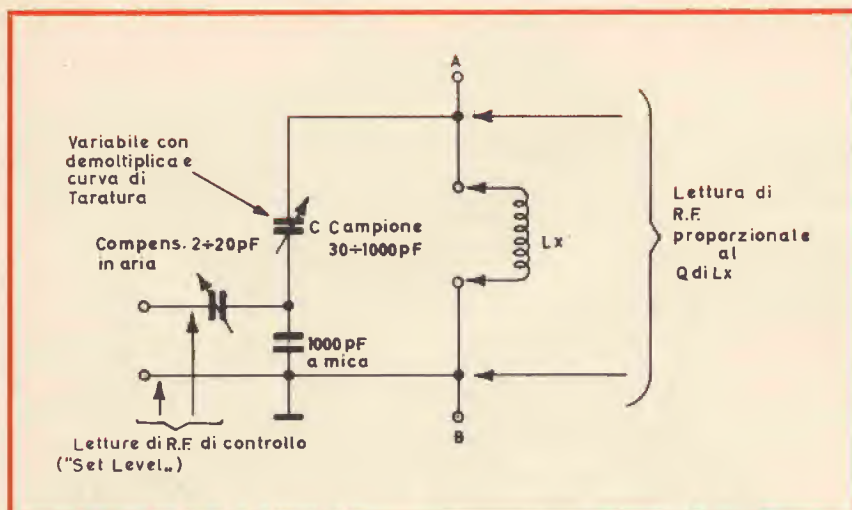

Fig. 3 - Schema di principio del circuito di un Q metro facilmente realizzabile con il condensatore campione illustrato in fig. 1 e 2.
b) Diversamente si può realizzare un misuratore del fattore di merito  $Q$  di un circuito di sintonia così come indicato nello schema di fig. 3.
Si estrae il componente sospetto dall'apparato e lo si dispone in parallelo al nostro Condensatore collegandolo ai morsetti A e B (vedi fig. 3). Dopo di che si realizza la sintonia e si annota il fattore di merito letto come Radiofrequenza con un buon Voltmetro a valvola, per una frequenza vicina a quelle di lavoro sull'apparato guasto.
Nel realizzare comunque il semplicissimo circuito di fig. 3, consigliamo l'impiego di condensatori di notevole qualità (per esempio sono ottimi i vecchi «Manens» Ducati a mica) per i 10.000 od anche 20.000 pF in serie alla C. Campione.